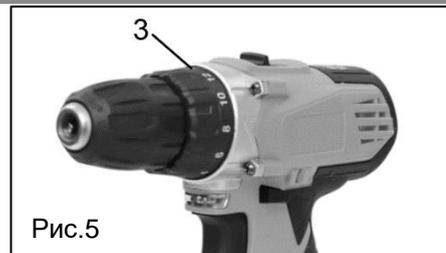

Рис.5
Для выбора режима сверления поверните кольцо (3) в положение  ; (Рис. 5)